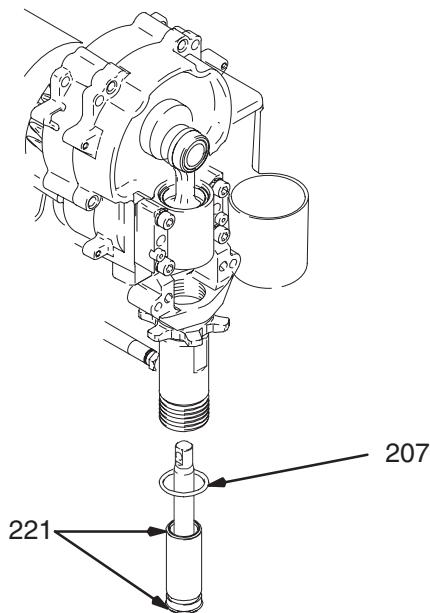

Fig. 19
Fig. 19. Smør o-ringen (221) og sett den på foringen. Skyv foringen/stempelstangenheten inn i bunnen av sylinderen. Du kan bruke en ny o-ring (207) hvis du ønsker det.